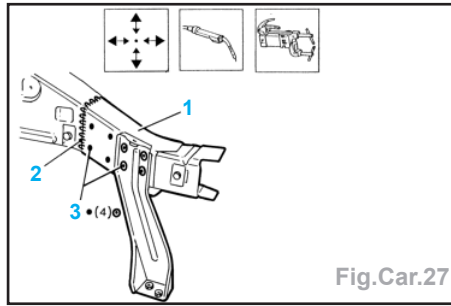

Fig.Car.27
- Utiliser la scie à lame circulaire pour éliminer la tôle en excédent (2).
- Positionner le renfort (1) sur le véhicule en utilisant le gabarit et les pinces-étaux (Fig.Car.27).